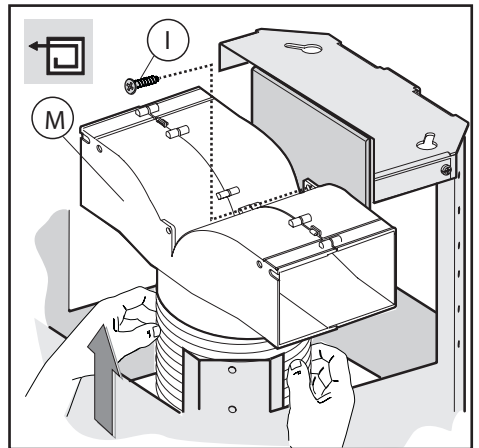
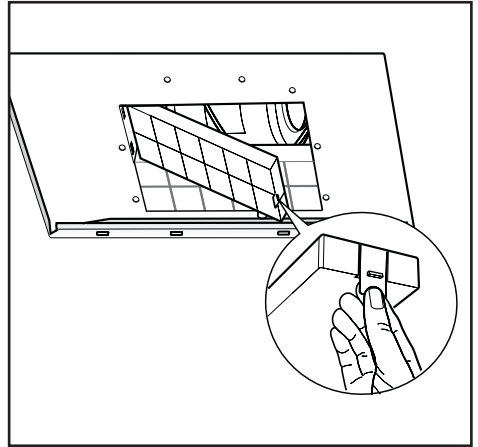

Fig.8
Fig.16
• **Versione filtrante:** Collegare il tubo flessibile al deflettore **M** e fissare la vite **I** come indicato in Fig.8. I filtri al carbone attivo devono essere applicati al gruppo aspirante posto all'interno della cappa (Fig.16).